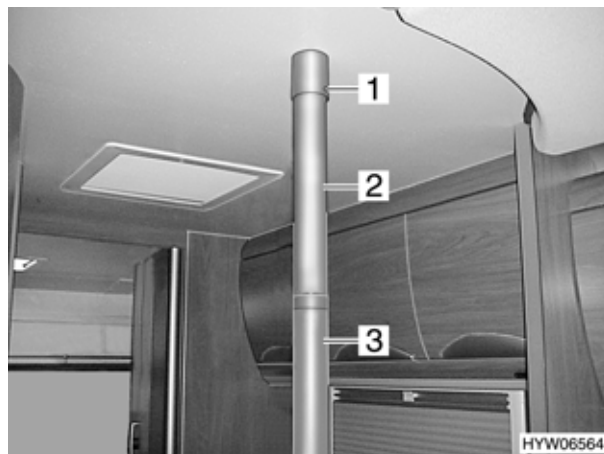

Fig. 114 Lampada a colonna (variante 1)
- Svitare la vite di sicurezza (Fig. 114,1).
- Spingere il bossolo cilindrico (Fig. 114,2) verso l'alto, estrarre quindi il vetro (Fig. 114,3) della luce tirandolo verso l'alto.